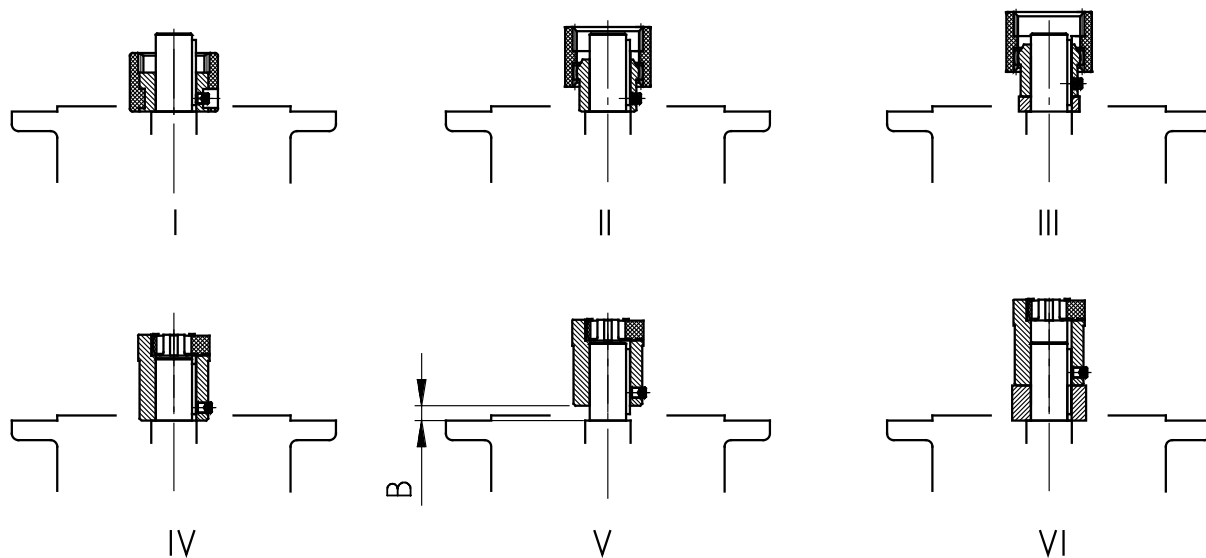

Fig. 19: Montering av koblingen på motorakselen ved forskjellige koblingsbyggetyper
3. Trekk opp koblingsnavet på motorakselen iht. angivelsene til motorprodusenten til anslaget på flensen. Eventuelt må de medfølgende avstandshylsene brukes på motorstørrelse 90, 160, 180 og 225 mellom koblingsnav og flens. For standard tannhjulsgir må avstanden B mellom koblingshylse og flens overholdes (se "Fig. 19"). Plasseringen av koblingen som vist på vedlagte klistremerke må stilles inn på enkelte **NEMA-adaptre**.